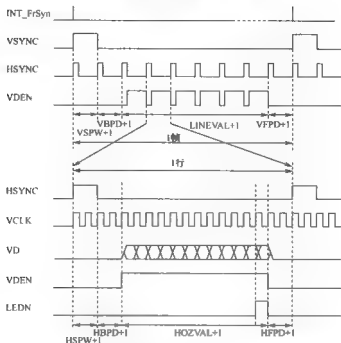
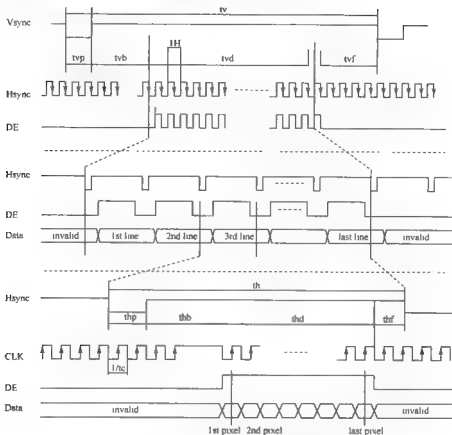

图 13-4 TFT LCD 时序图
图 13-11 WXCAT35-TG3 数据手册给出的时序图
显示一帧图像数据的时序图如图 13-4 所示,具体过程如下:
WXCAT35-TG3 数据手册给出的时序图如图 13-11 所示。
请读者仔细对比图 13-4 和图 13-11,虽然信号名称稍微有点区别,但是很容易将上述控制信号对应起来。
从图 13-12 中可以得出,该液晶显示器的工作频率为 6.4 MHz,此外可以确定如下参数。例:结合图 13-4、图 13-11 和图 13-12 确定 VSPW 的值。
- 不难发现,图 13-4 中的像素时钟信号 VCLK 对应于图 13-11 的信号 CLK (对应于图 13-12 中的 Dclk), $CLK=6.4\text{ MHz}$,所以初始化时需要将 VCLK 初始化为 6.4 MHz,又因为 $VCLK=HCLK/(2*(VLKVAL+1))$,所以可以取 $CLKVAL=7$ 。
- 从图 13-4 中得出的结论是:VSPW 表示 VSYNC 信号的宽度是(VSPW+1)个 HSYNC 信号周期。
- 对比图 13-4、图 13-11 不难发现,图 13-4 中的 VSYNC、HSYNC 信号分别对应图 13-11 中的 Vsync、Hsync 信号;从图 13-11 中可以读出结论:Vsync 信号的宽度是 tvp 个 Hsync 信号周期(注意,后面的单位是 TH,1 TH 就是一个 Hsync 信号周期)。
- 从图 13-12 可看到,Tvp=3,即图 13-11 中 Vsync 信号的宽度是 3 个 Hsync 信号周期。
- 回到图 13-4,可以得到 $VSPW+1=3$,所以 $VSPW=2$ 。
第10位是确定在VCLK的上升沿还是下降沿取得像素数据，从图13-11中可以看到，在CLK信号的上升沿取得像素数据，所以该位应初始化为1。
从图13-11中可以看到，Vsync、Hsync信号都是负极性信号，因此初始化时，第8、9两位都应初始化为1。